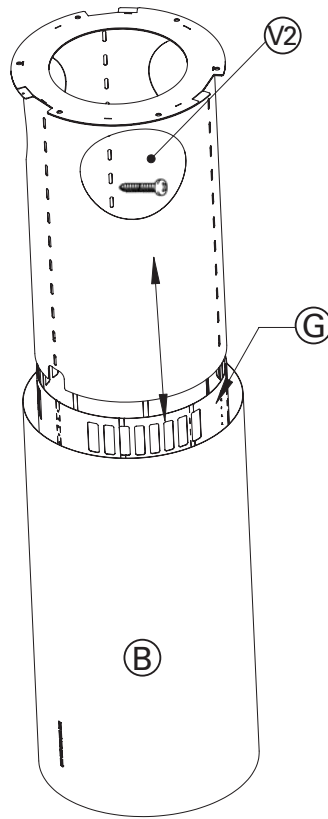

Fig. 2/Abb. 2
- 1) Fissare l'assieme camino - prolunga (B+D+G) al traliccio superiore (C) tramite le 6 viti autofilettanti (V2), facendo scorrere il traliccio inferiore (G) internamente al traliccio superiore (C) (fig. 2).
- 1) Fasten the chimney + extension + inferior framework assembly (B+D+G) on the superior framework (C) using the 6 screws (V2). During this operation the inferior framework (G) have to slide internally from the superior framework (C) (fig. 2).
- 1) Die Einheit Kamin+ Verlängerung+ unteres Fachwerk (B+D+G) mit Hilfe der 6 selbstschneidenden Schrauben (V2) an das obere Fachwerk (C) befestigen. Bei diesem Arbeitsvorgang muss das untere Fachwerk (G) im Inneren des oberen Fachwerks (C) gleiten (Abb. 2).
- 1) Fixer l'ensemble cheminé - rallonge (B+D+G) au treillis supérieur (C) à l'aide des vis auto taraudeuses (V2) en faisant glisser le treillis inférieur (G) à l'intérieur du treillis supérieur (C) (fig. 2).
- 1) Fijar el conjunto tubo inferior-superior (B+D+G) a la estructura superior (C) por medio de los tornillos autotaladrantes (V2), haciendo correr la estructura inferior (G) internamente a la estructura superior (C) (fig. 2).
- Закрепить связку труба-удлинитель (B+D+G) на верхней раме (C) при помощи 6 шурупов (V2), полностью сняв нижнюю раму (G) с верхней рамы (C) (рис. 2).
- Надеть удлинитель (D), сдвигая его вверх до фланца верхней рамы, затем повернуть его по часовой стрелке до сцепления с фланцем (рис. 2а) и окончательно закрепить его метрическим винтом М3 (V3), поставляющимся в комплекте.